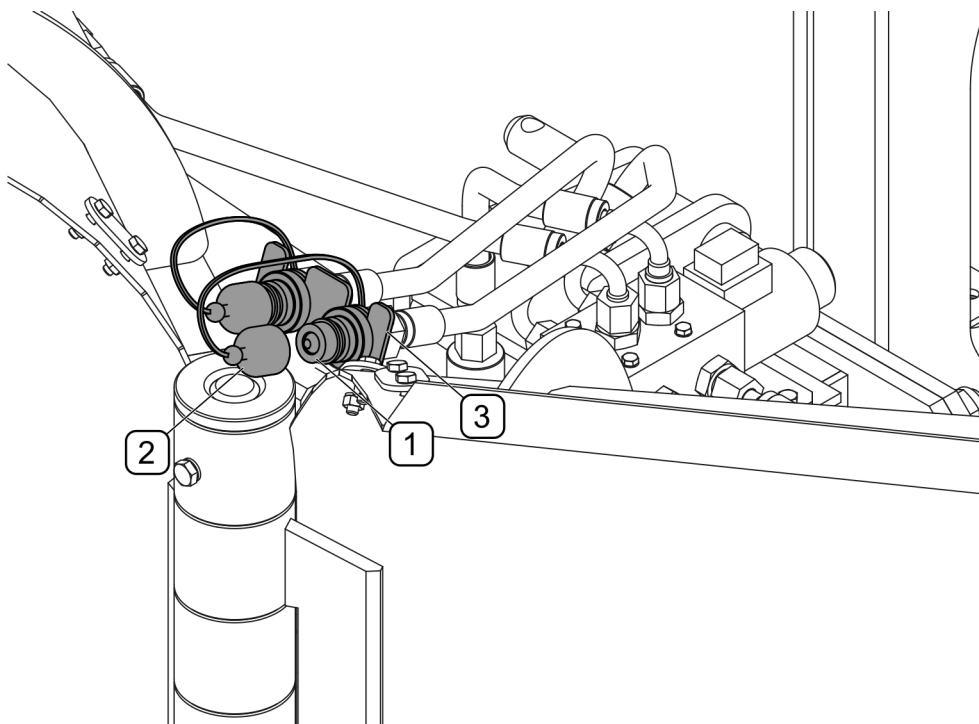

РИСУНОК 4.9 Предохранение штекеров гидропроводов
- закрыть колпачками штекеры быстросъемных соединений и поместить на специальный кронштейн на раме (РИСУНОК 4.9),